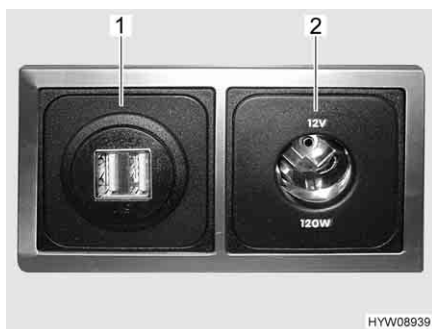

Fig. 67 Presa USB e 12 V
**Presa USB** È possibile caricare le batterie di dispositivi con corrente di carica fino a 2,5 A, collegando i dispositivi alle prese USB (Fig. 67,1).
**Pres a 12 V** Le prese da 12 V (Fig. 67,2) consentono di collegare apparecchi con consumo di corrente massimo pari a 10 A (potenza pari a 120 W).